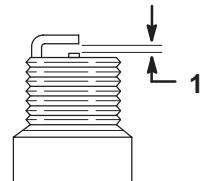

Figure 15
8. Réglez l'écartement des électrodes à 0,76 mm, comme indiqué dans la Figure 15.